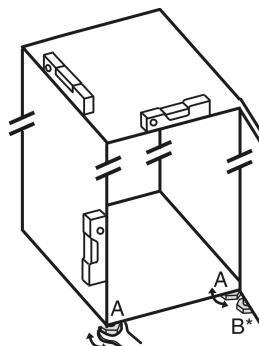

Fig. 23
- Stellfuß Fig. 23 (A) mit beiliegendem Gabelschlüssel und mit Hilfe einer Wasserwaage herausdrehen, bis das Gerät fest und ebenstehend ausgerichtet ist.
- Stellfuß Fig. 23 (B) am Lagerbock mit beiliegendem Gabelschlüssel herausdrehen, bis er auf dem Boden aufliegt.
- Stellfuß Fig. 23 (B) um 90° weiter drehen.